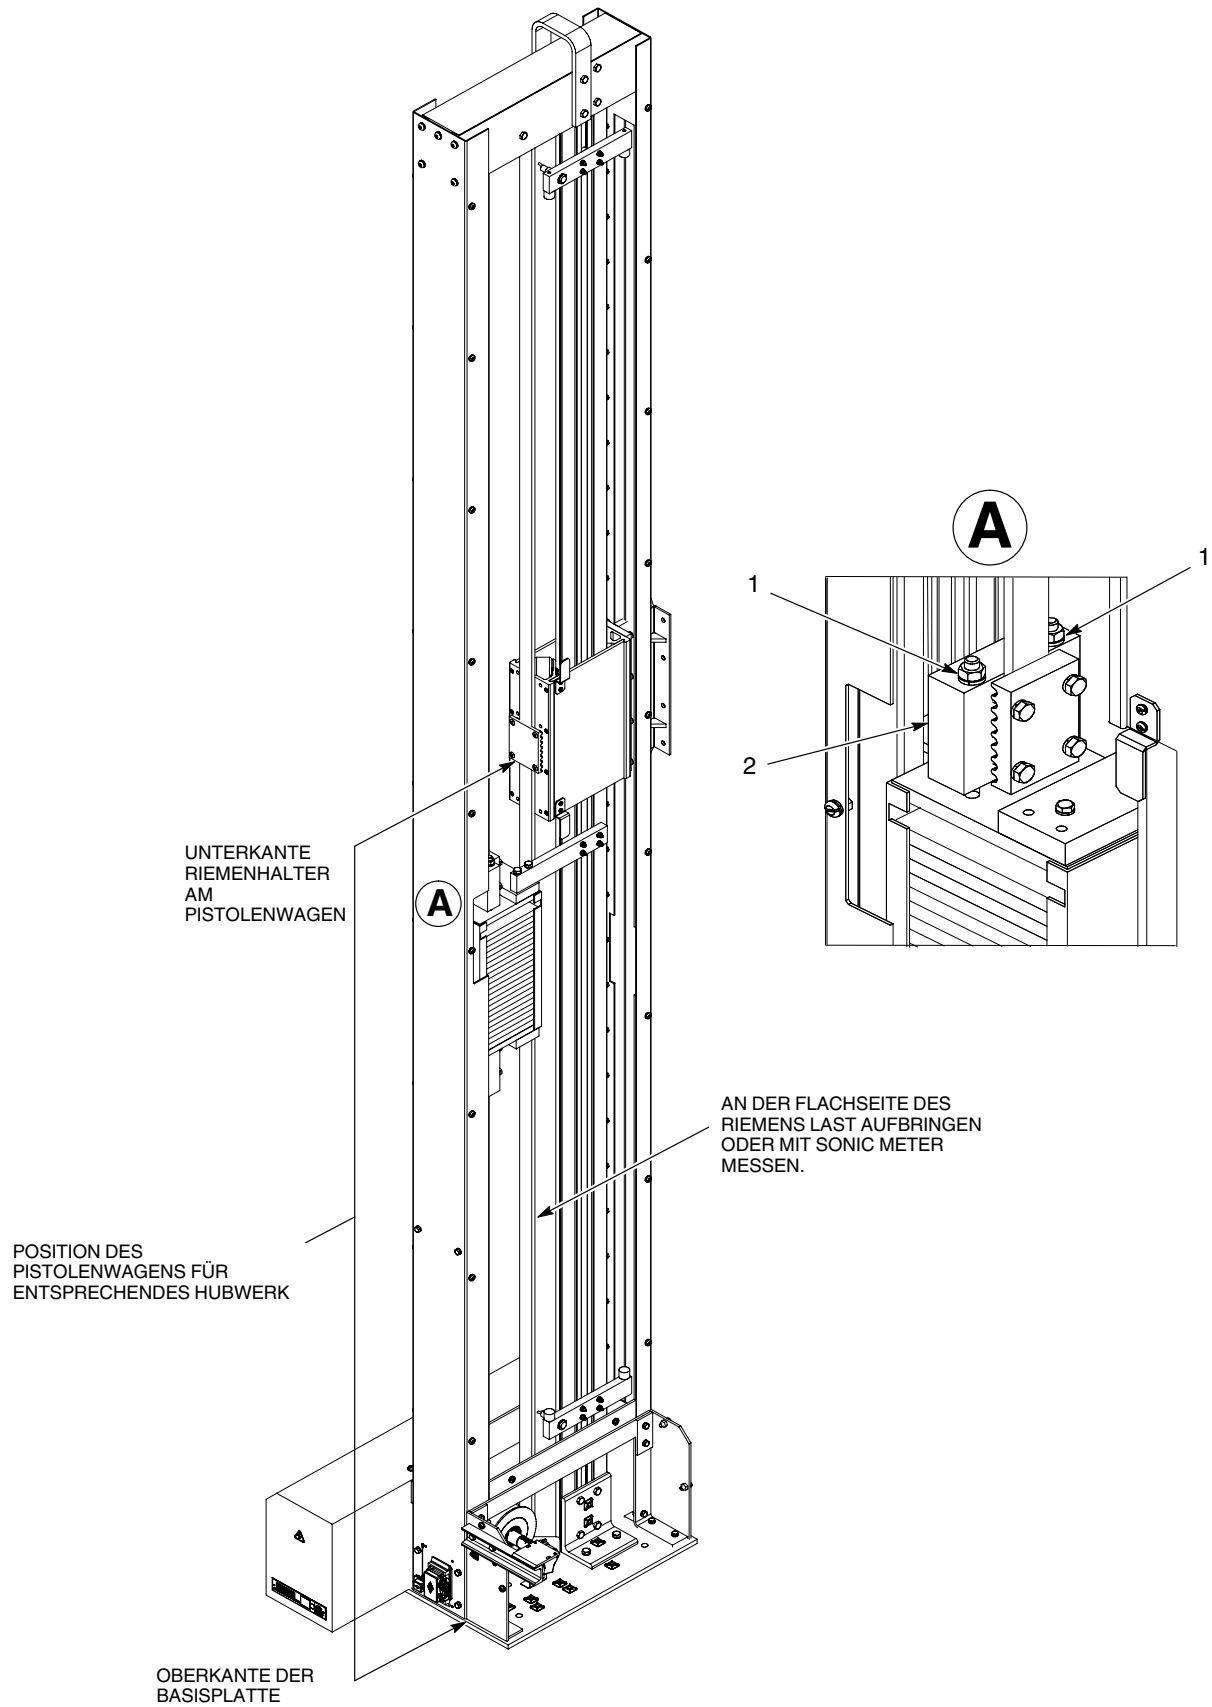

Abb. 10 Riemenspannung einstellen
2. Siehe Abbildung 10. Die Spannmutter (1) oben auf dem Riemenlaufrollenhalter (2) abwechselnd festziehen oder lösen, bis der richtige Wert angezeigt wird.